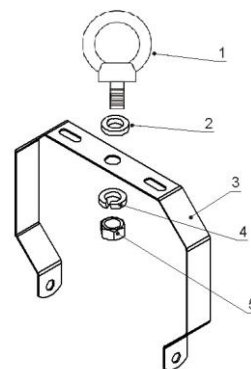

Рисунок 2
4.2.2. Для модифікації з рим-болтом на лірі (3) необхідно закріпити кріплення Рим - болт М8 (1) + шайба М8 (2), з іншого боку закріпити за допомогою шайби пружинної (гровера) М8 (4) і гайки М8 (5). (Рис.2)